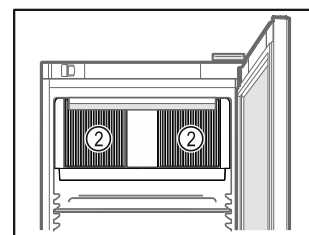

Fig. 71
- Odstąpić szczeliny wentylacyjne Fig. 71 (2) dmuchawy wewnątrz urządzenia.